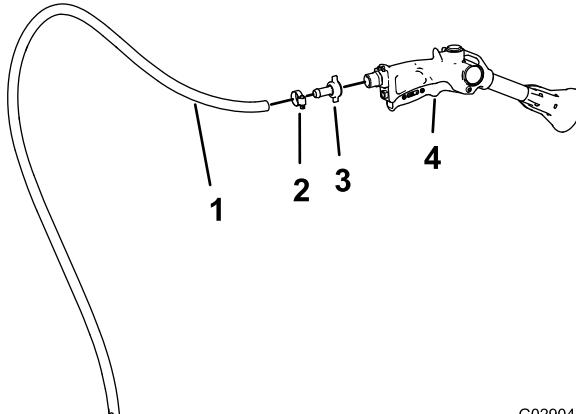

Bild 47
1. Stecken Sie das Spritzpistolen-Anschlussstück mit Widerhaken auf das Anschlussstück in der Spritzpistole (Bild 47).
2. Stecken Sie den Schlauch (13 mm (1/2 Zoll) x 762 cm) auf das Spritzpistolen-Anschlussstück mit Widerhaken, und befestigen Sie den Schlauch mit einer Schlauchklemme am Anschlussstück (Bild 47).